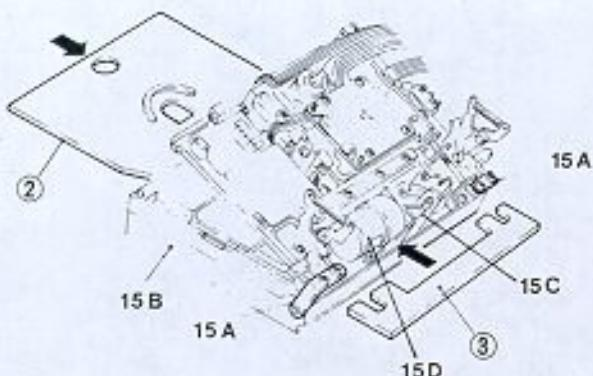
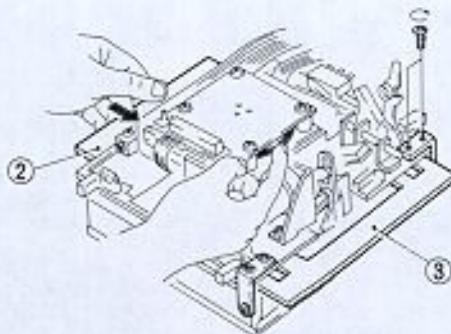

Fig. 15
Fig. 16
Kurbelarm 15C auf die Achse des Gear-Motors 15D setzen, Lehre ② in Plattschacht schieben, Plattschacht auf die Grundeinheit aufsetzen und Kurbelarm in die Führungsnuß einfügen. Einstellehre ③ zwischen Plattschacht 15B und Grundplatte legen (Fig. 15) und die Winkel 15A seitlich ansetzen. Disc-Motor von Hand drehen und Lehre ④ in Pfeilrichtung gegen den Plattenaufnehmer drücken (Fig. 16) bis der Disc-Motor blockiert wird. In diesem Zustand die Schrauben der Winkel 15A anziehen (Fig. 16).
Reassembling the disc holder flap (Figs. 15 and 16)
Set the crank 15C on the motor arm 15D. Insert the template ② in the flap. Set the optic scanner assembly in and engage the crank in the lever opening the flap. Place the template ③ between the flap and the optic scanner assembly (Fig. 15), rescrew the frame 15A without tightening; while pressing on the template ③ turn the turntable motor by hand in the direction of the arrow (Fig. 16) until the turntable motor is locked. Tighten the frame screws 15A.
(Fig. 15 et Fig. 16)
Introduire le gabarit ② dans le volet. Poser l'ensemble de lecture optique, engager la manivelle dans le levier d'ouverture du volet. Placer le gabarit ③ entre le volet et l'ensemble de lecture optique (Fig. 15), revisser sans serrer les équerres 15A, tourner le moteur tourne-disque à la main tout en appuyant sur le gabarit ③ dans le sens de la flèche (Fig. 16), jusqu'au blocage du moteur TD. Serrer les vis des équerres 15A.